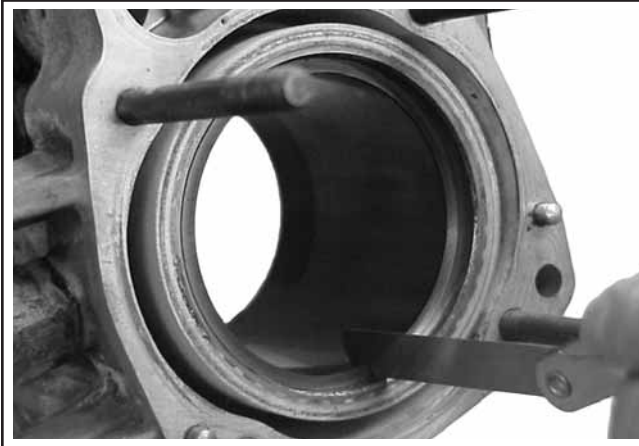

Figure 10-6. Mesure de la coupe du segment de piston.
3. Avant de mettre en place les segments sur le piston, placer chacun des segments supérieurs dans les gorges correspondantes sur le trou du cylindre et contrôler le jeu à la coupe du segment à l'aide d'une jauge d'épaisseur (voir figure 10-6). Comparer les résultats par rapport aux spécifications ci-dessous :